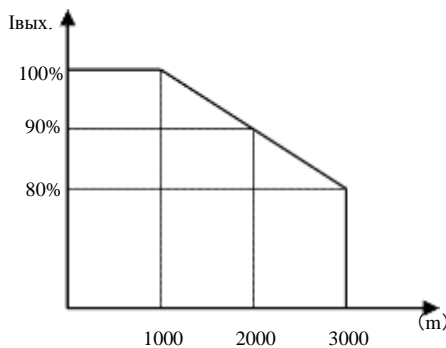

Рис. 1-1 Снижение номинального выходного напряжения привода в зависимости от высоты
- ◇ Необходимо рассмотреть возможность занижения номинальных данных при монтаже привода на большой высоте, например, более 1000 м. Это необходимо, так как охлаждающее действие привода ухудшается из-за разреженности воздуха, как показано на Рис. 1-1, где приведен пример зависимости между высотой и номинальной силой тока привода.
В качестве примера взят инвертор серии E2000 на 0,75кВт с однофазным входом, паспортная табличка с данными которого показана на Рис. 1-1.